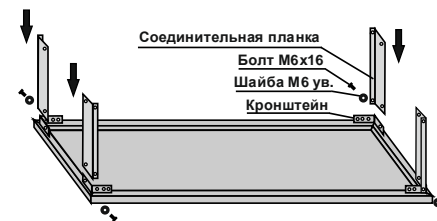

Рис.5
9.7 Освободите от упаковки крышу, боковые швеллера, соединительные планки, комплект метизов. 9.8 К кронштейнам расположенным на заднем каркасе КВРУ, присоедините вертикально четыре соединительные планки при помощи четырёх болтов М6х16 и шайб М6 (увеличенная) (Рис.5).